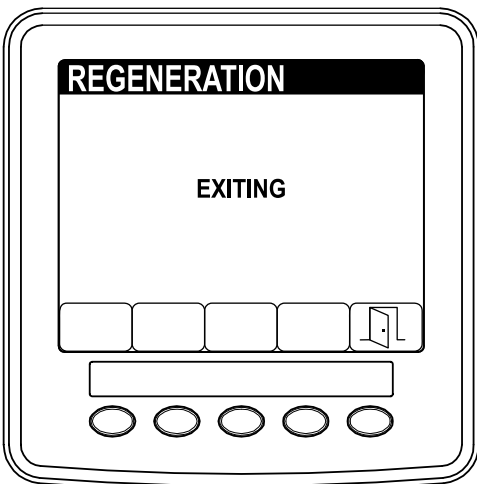

図 70
**注** 再生中にボタン 5 を押した場合には、再生動作が中止される。EXIT画面でボタン5を押すと整備性 SERVICEメニューへ移動する 図 70。